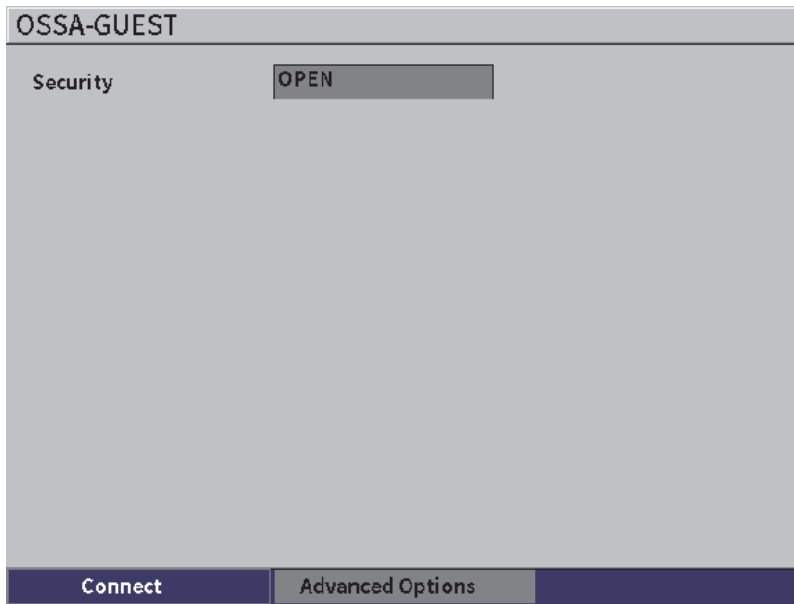

Figura 10-3 Página de acceso a red inalámbrica no segura
- b) Si la red inalámbrica que ha seleccionado no requiere una contraseña, pulse la tecla ENTRAR para conectarse a dicha red (vea la Figura 10-3 en la página 172).